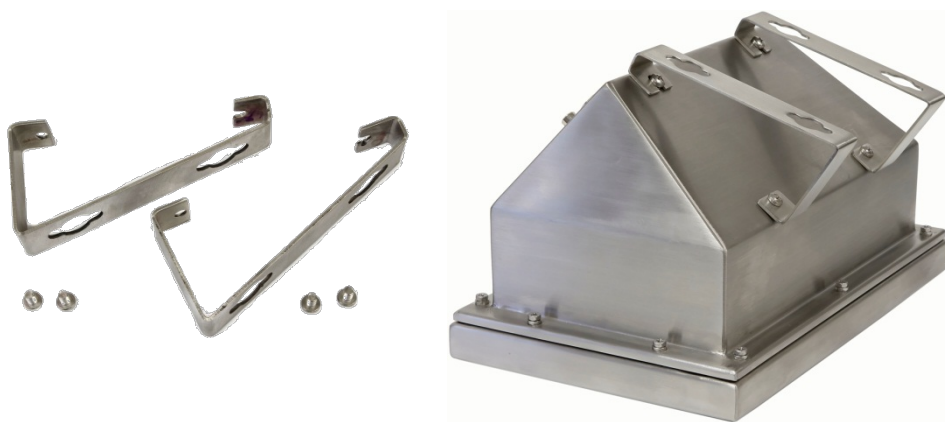

Figura 3-10: Soportes para montaje en pared (izquierda) fijados en la caja (derecha)
8. Fije los dos soportes de la parte inferior de la caja con los cuatro tornillos M5 incluidos con los soportes. Los soportes deben fijarse como se muestra en la Figura 3-10.